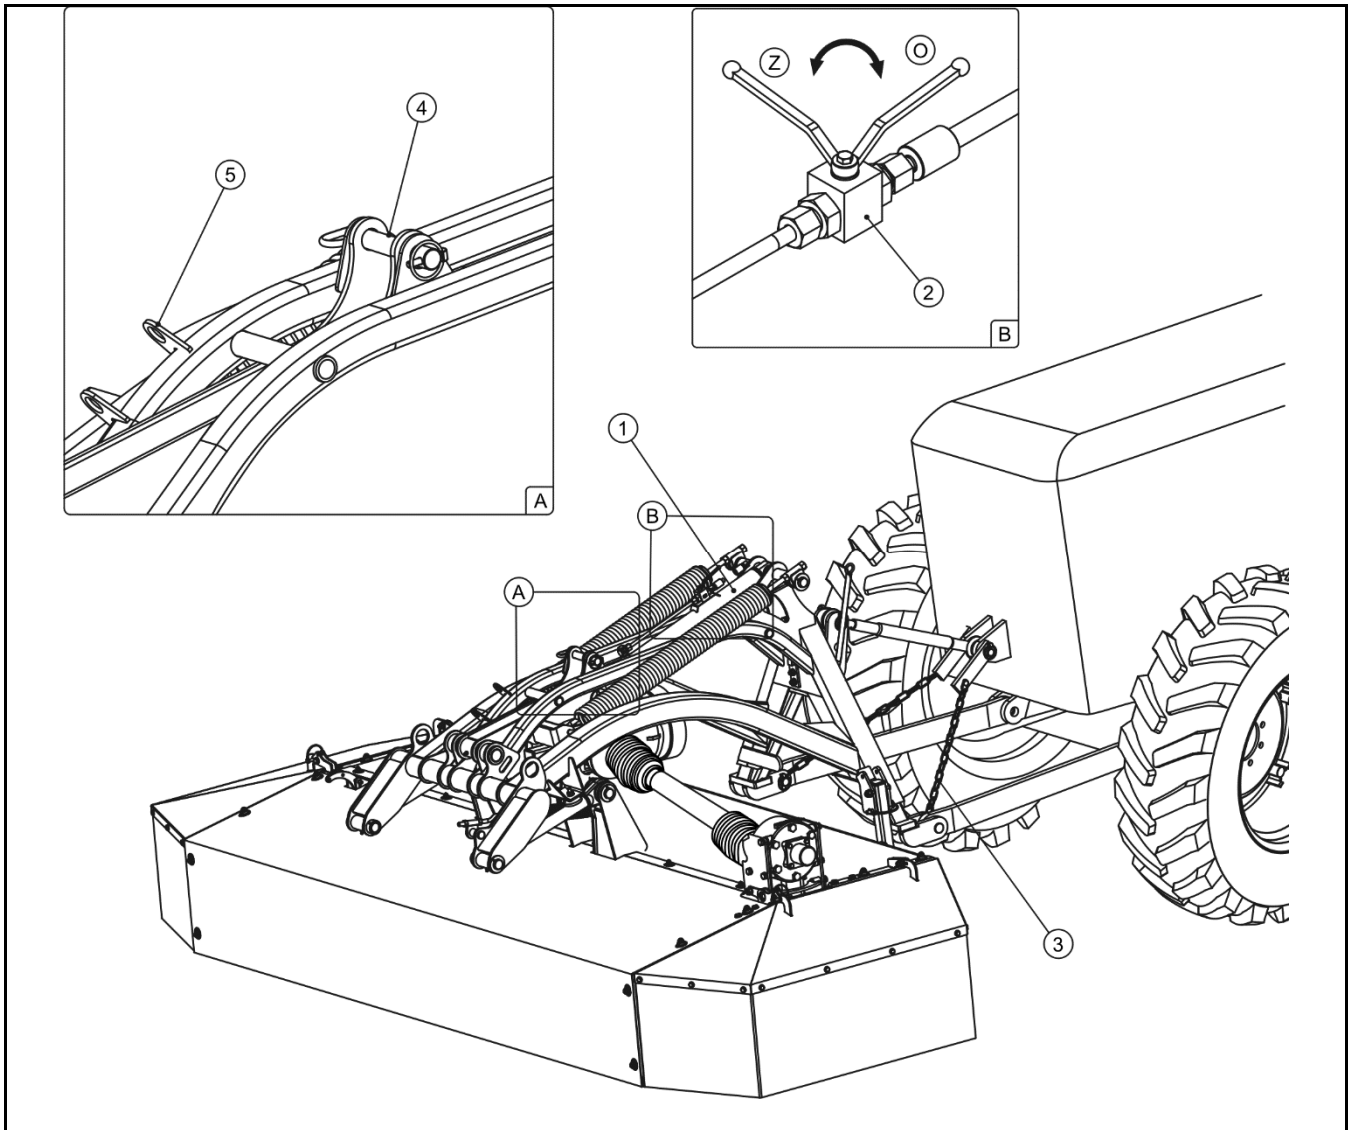

РИСУНОК 4.3 Установка косилки в транспортное положение
- управляя рычагом наружной гидравлики трактора, поднять главную раму вместе с режущим аппаратом при помощи гидроцилиндра косилки (1) (РИСУНОК 4.3).
- заблокировать косилку от опадания, закрывая запорный клапан (2), который установлен на гидроцилиндре, установить клапан в положение (Z).
- заблокировать при помощи ограничивающих цепей (3) (РИСУНОК 4.3) в случае, если нижние тяги трехточечной системы навески трактора опадают под действием веса машины.
- зафиксировать в транспортном положении при помощи шкворня (4) и заблокировать чекой.
- косилка правильно заблокирована при помощи блокирующего шкворня (4) (РИСУНОК 4.3).
Запрещается транспортировать косилку, если гидравлический клапан (2) силового гидроцилиндра находится в открытом положении (O) (РИСУНОК 4.3) .